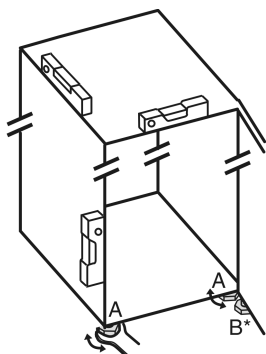

Fig. 26
- Развивайте регулируемите крачета Fig. 26 (A) с приложения гаечен ключ и с помощта на нивелир, докато уредът се изравни стабилно и хоризонтално.
- Развийте регулируемото краче Fig. 26 (B) на лагерната стойка с приложения гаечен ключ, докато то опре върху пода.
- Завъртете регулируемото краче Fig. 26 (B) с още 90°.